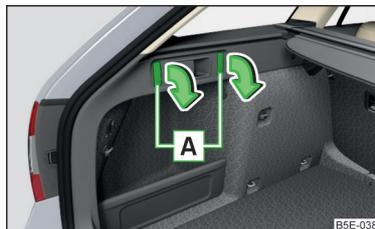

Abb. 107
► Auf den unteren Teil des Hakens **A** drücken und diesen in Pfeilrichtung nach unten klappen » **Abb. 107**.